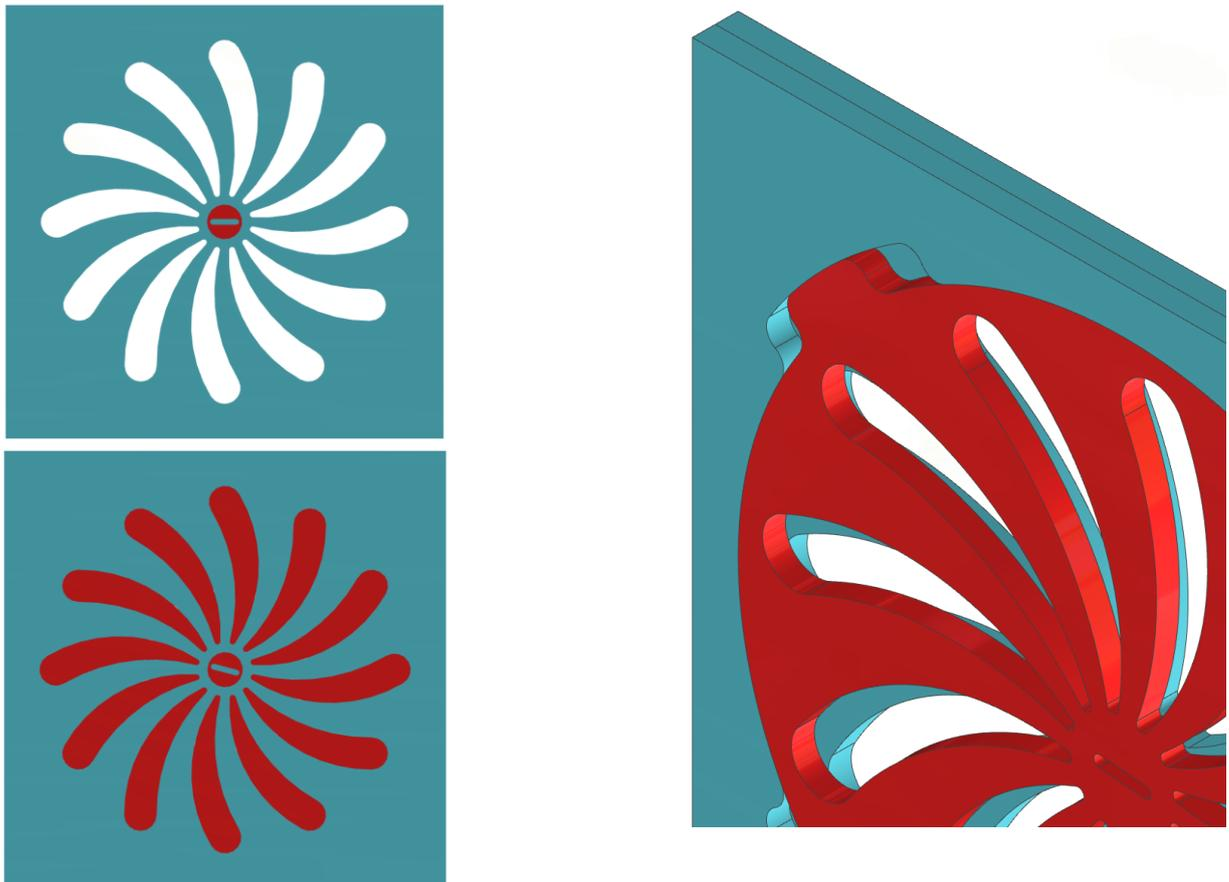

Рисунок 1 – Оригинальная модель вентиляционной заслонки
6. Ламели требуется выполнить таким образом, чтобы присутствовала возможность полного перекрытия (см. Рисунок 1).